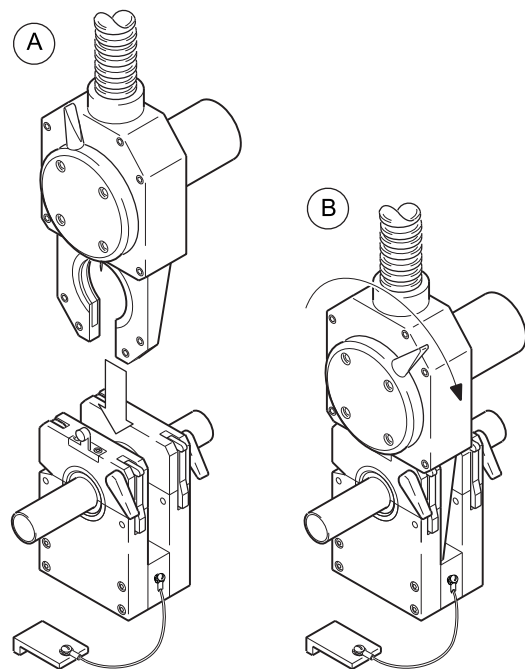

図 26：ウェルド・ヘッドとフィクチャー・ブロックを組み立てる
2. ウェルド・ヘッドをフィクチャー・ブロックに差し込みます。図 26 (A) をご参照ください。
3. ロックンク・レバーを時計回りにまわしてウェルド・ヘッドを固定します。図 26 (B) をご参照ください。